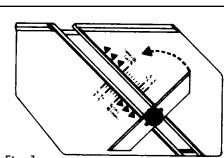

Fig. 1
- Spin blade around so cutting edge faces towards desired cut, either 45° or 90° (Fig. 1).
- Die Klinge so drehen, dass die Kante zur gewünschten Schnittseite zeigt, entweder 45° oder 90° (Abb. 1).
- Faites faire un tour à la lame de manière que son tranchant ait l'angle de coupé désiré, 45° ou 90° (figure 1).
- Haga girar la hoja para que el borde afilado apunte al corte deseado, a 45° o a 90° (Fig. 1).
- Ruotare la lama di modo che il bordo tagliente sia rivolto verso il taglio desiderato, a 45° o a 90° (Fig. 1).